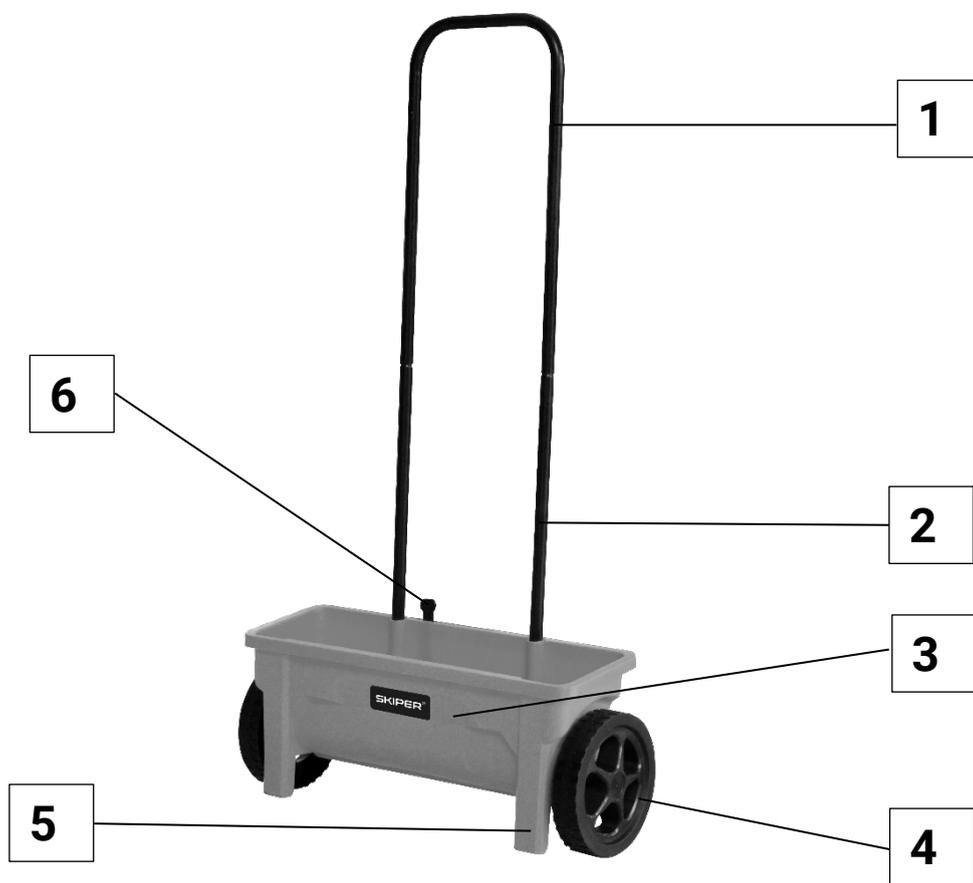

Рис.1
1.Перед внесением материала убедитесь, что переключатель (рис. 1, поз. 6) находится в закрытом положении. Позиция 0 - закрытое положение. Положение 10 (8) - максимальное открытие.